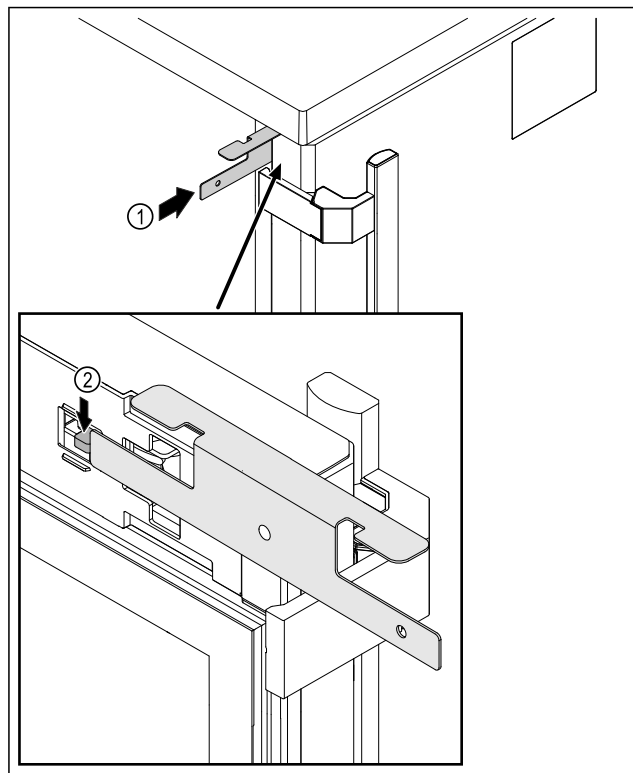

Fig. 218
- Вкарайте ключа за аварийно отключване Fig. 218 (1) между вратата и корпуса на уреда.
- Натиснете куката на ключалката Fig. 218 (2) в посока на пантите.